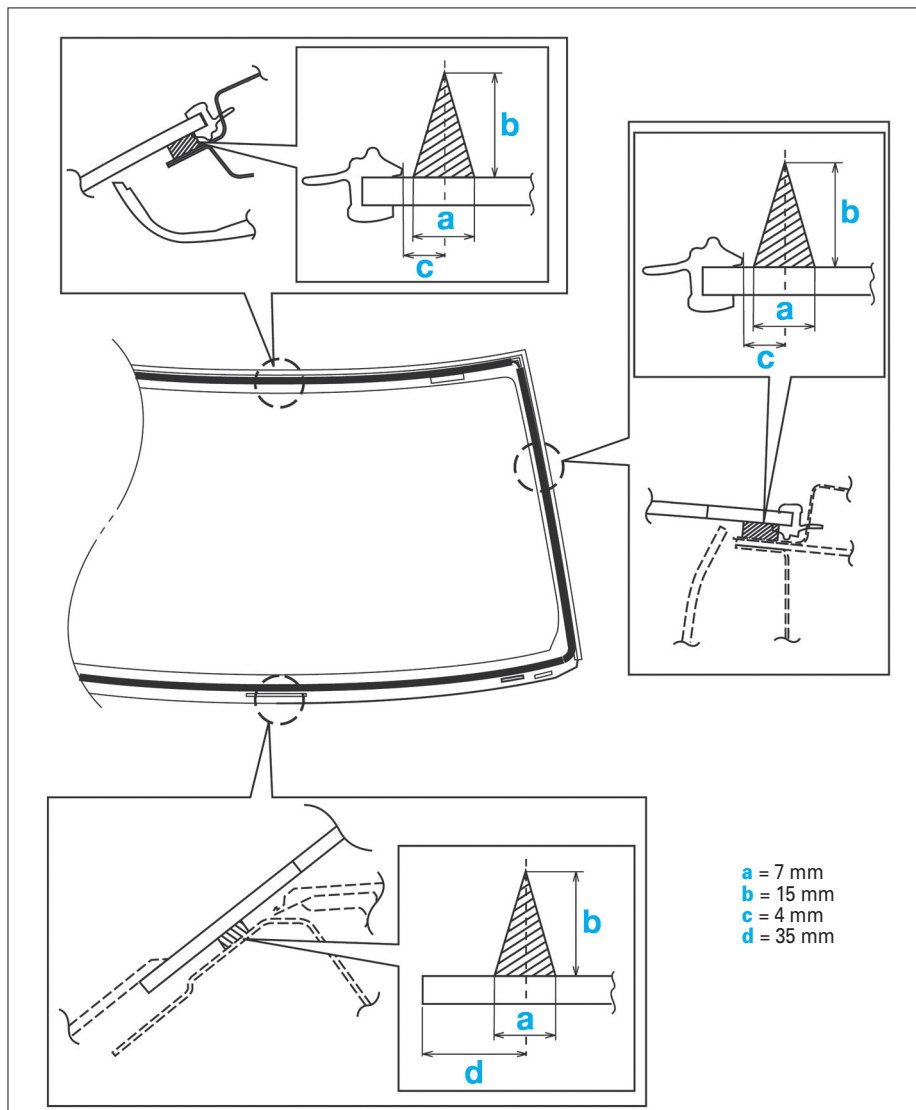

FIG. 4
• Mettre le pare brise en place en respectant sa position exact **(Fig.4)**.